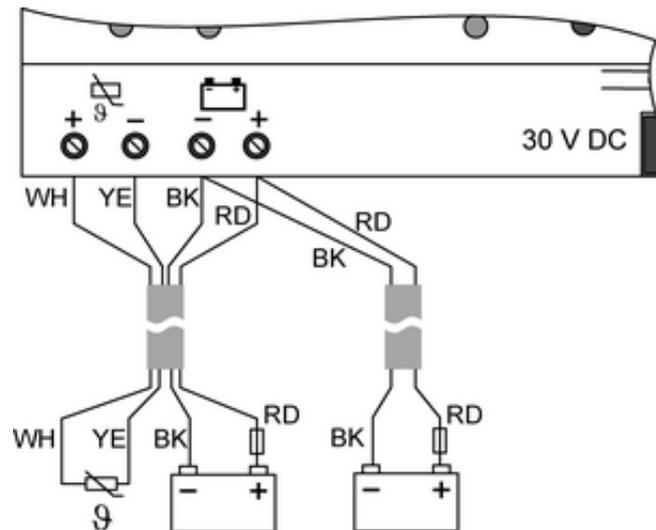

Figura 4: Collegamento di due batterie ricaricabili con capacità > 5 Ah con set di cavi a 4 e 2 fili
**Collegamento di due batterie ricaricabili con capacità > 5 Ah (figura 4)**